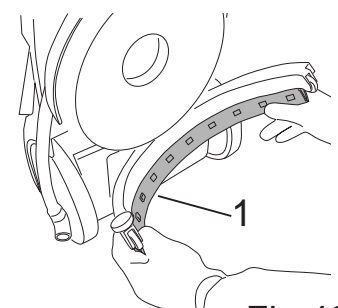

Fig.43
- Tirare le lame, in questo modo si estrae il gruppo (Fig.43-Rif.1).